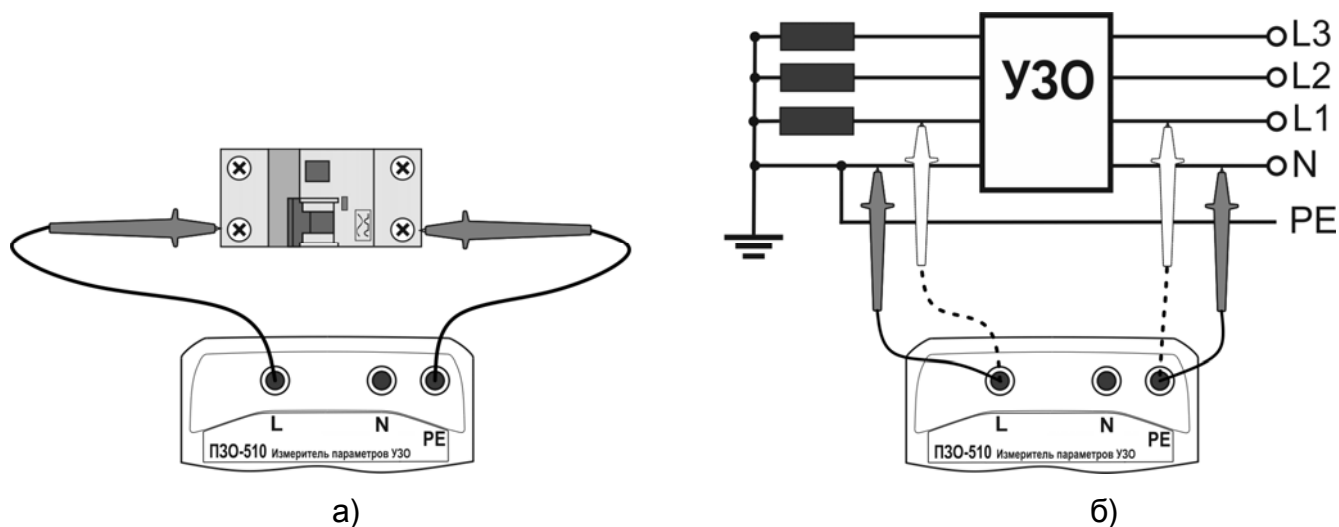

Рисунок 2.9 – Схемы подключения при измерениях параметров УЗО в автономном режиме
*Примечание.* Измерения параметров УЗО на однополярном пульсирующем токе с постоянной составляющей 6 мА производятся только в автономном режиме, т.к. только в этом режиме возможно корректно задать постоянное смещение тока. Измерения параметров УЗО типа В на сглаженном постоянном токе производятся также только в автономном режиме. Пример подключения смотрите в п.2.4.2, рисунок 2.9.